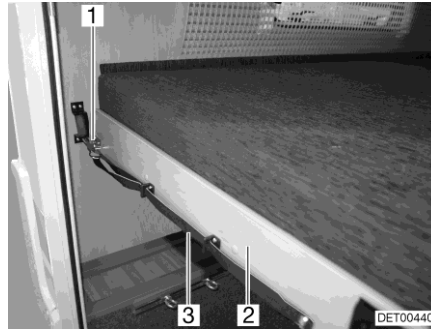

Fig. 89 Lit superposé (arrière)
- Tirer sur la boucle (Fig. 89,3) et désenclencher le verrou (Fig. 89,1).
- Tirer le sommier à lattes (Fig. 89,2) avec le matelas vers l'avant jusqu'à ce qu'il s'enclenche.